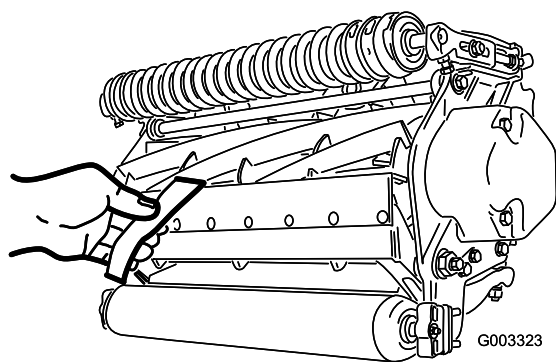

図 12
- 切れ味確認用のペーパートロのパーツ番号 125-5610を一枚、リールと下刃との間に、下刃に対して直角になるように差し入れて、カッティングユニットの切れ味をテストする 図 12。ゆっくりとリールを回転させるこれで紙が切れれば合格である。